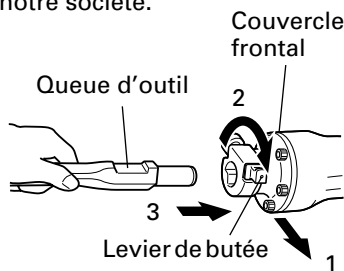

Fig. 2
- (1) Nettoyer, puis enduire la tige de l'outil de graisse ou d'huile machine. (Fig. 2)
- (2) Tourner le levier de 180° dans le sens des aiguilles d'une montre tout en le tirant dans votre direction. Insérer ensuite la tige de l'outil dans l'orifice hexagonal du cache avant. (Fig. 2)